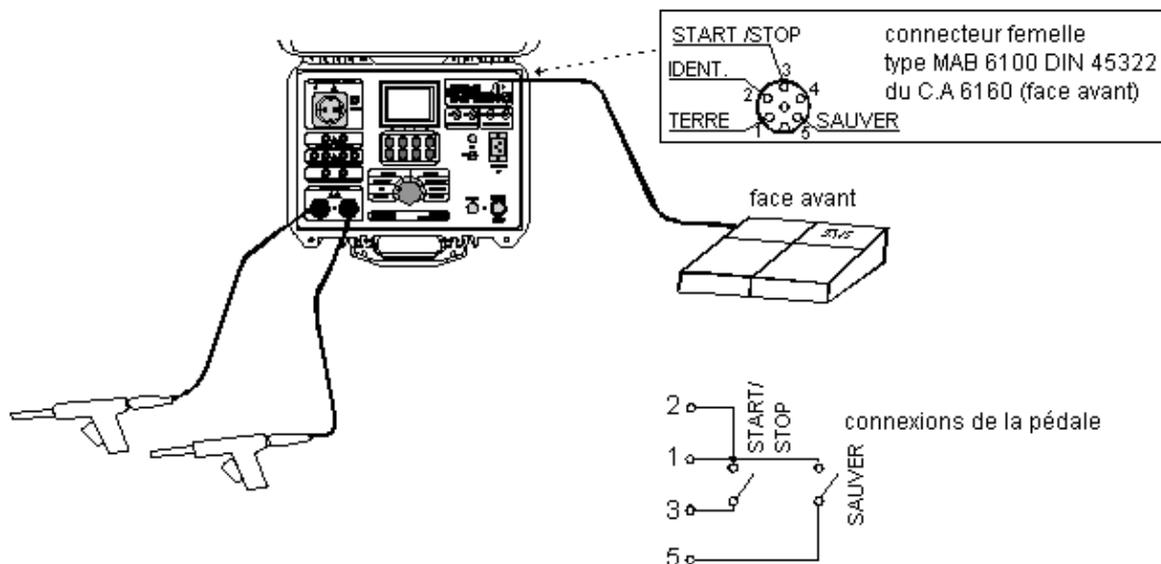

Fig. 56. Connexion de la pédale de commande à distance au C.A 6160
- ETAPE 1** Connectez la pédale de COMMANDE A DISTANCE à l'instrument conformément à la fig.56 et effectuez la mesure en appuyant sur la pédale START/STOP.